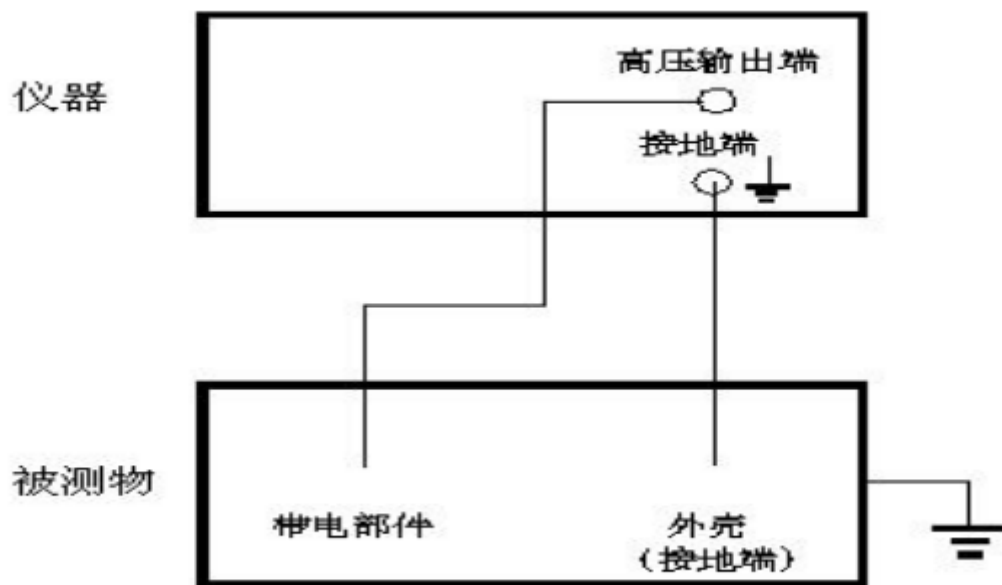

图 3 接线示意
a. 在确定仪器处于初始状态下将高压测试线(红色)一端插入仪器“高压”输出端, 另一端与被测物的带电部件或电源输入端相连接; 再将另一根测试接地线(黑色)一端插入仪器的“接地”端并旋紧螺帽, 另一端与被测物的外壳(金属)或电源输入端的地线端相连(若被测物与大地或地线相连, 则仪器接地端必须与它连在一起), 见图 3。